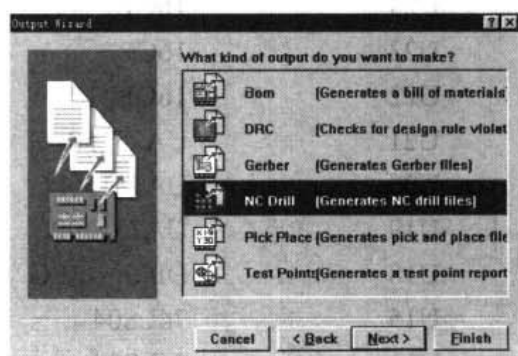

图 18-10 选择 NC Drill 生成钻孔文件
- (4) 单击 Next 按钮, 系统弹出如图 18-10 所示的对话框, 在对话框中可选择需要生成的文件类型。这里选择的是 NC Drill。
- (2) 系统进入如图 18-10 所示的 Output Wizard (输出向导) 对话框, 选择 Bom 选项, 单击 Next 按钮。